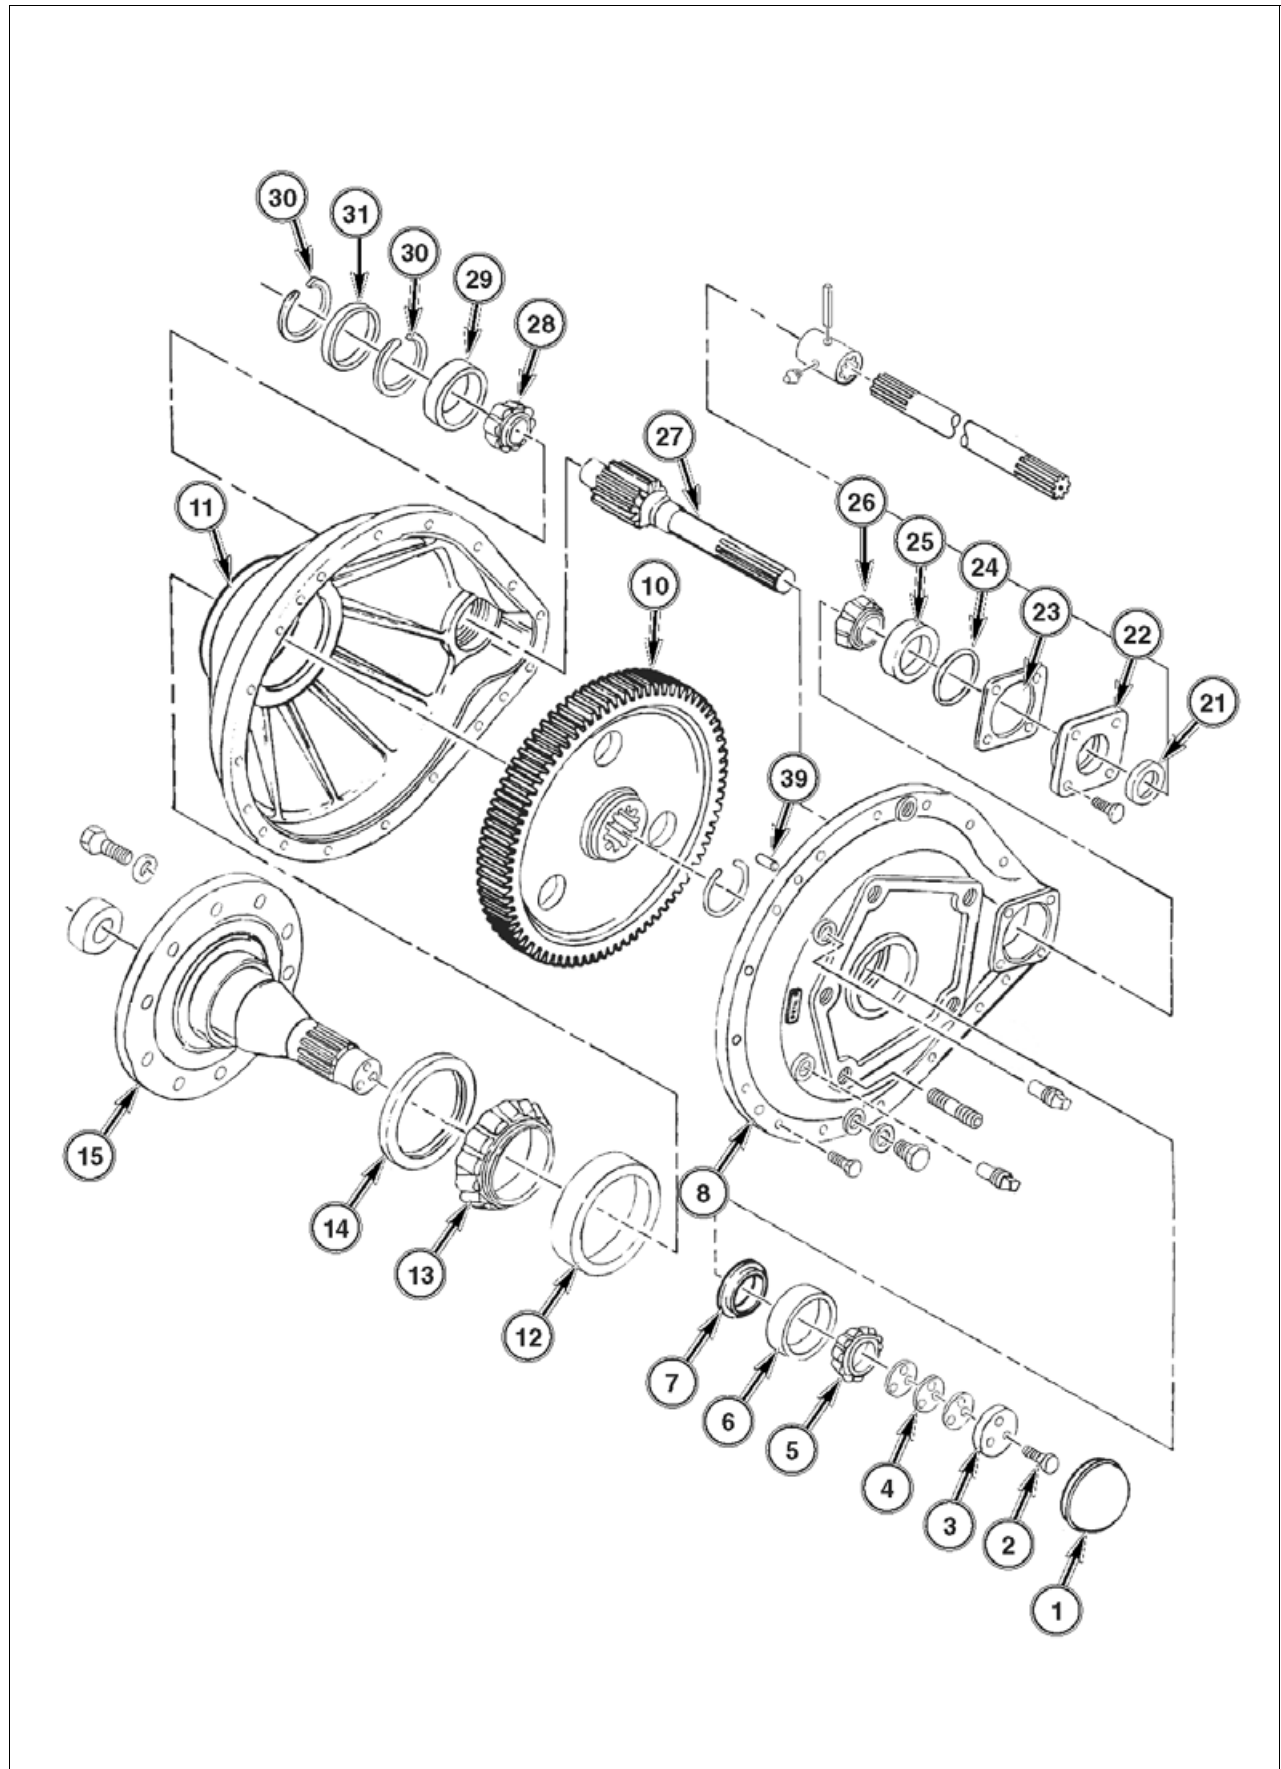

Рис. 4.
**Снятие** - порядок действий следующий (рис. 4):